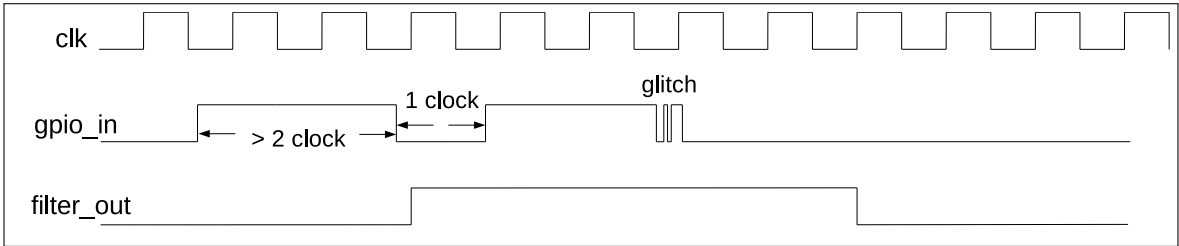

图 7-4. GPIO 输入信号滤波时序图
2. 可选：置位 `IO_MUX_GPIOx_FILTER_EN` 使能 GPIO 管脚的输入信号滤波功能，如图 7-4 所示。只有当输入信号的有效宽度大于两个时钟周期时，输入信号才会被采样。否则，输入信号将会被滤掉。